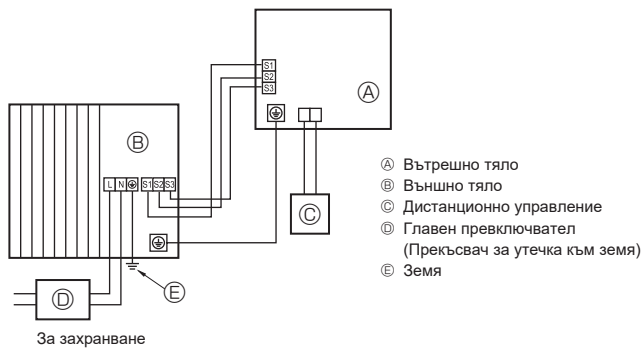
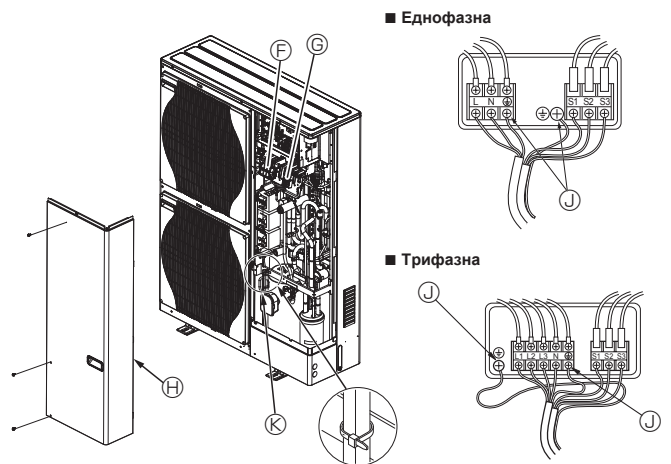

Fig. 5-1
Fig. 5-2
### 5.1. Външно тяло (Fig. 5-1, Fig. 5-2)
- ① Отстранете сервисния панел.
- ② Опроводете кабелите, като направите справка с Fig. 5-1 и Fig. 5-2.